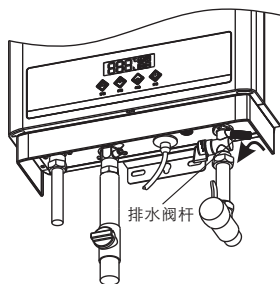

图1
3. 逆时针旋出排水阀杆（图1），此时机器内部的积水就会排出。